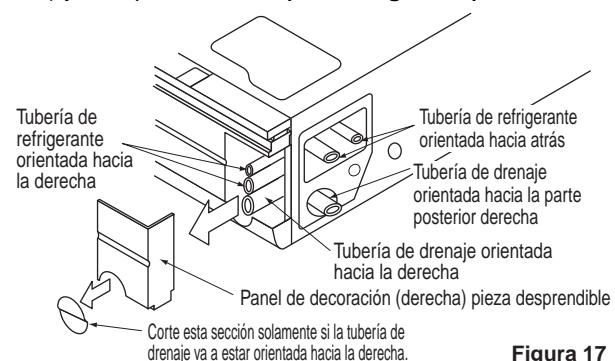

Figura 17
(1) Para tuberías orientadas hacia atrás.
- Retire la placa de metal para la tubería. (Vea la Figura 17)
(2) Para tuberías orientadas hacia arriba.
(3) Para tuberías orientadas hacia la derecha.
- Recorte el agujero hendido en el panel de decoración (derecha) y coloque la tubería. (Vea la Figura 17)